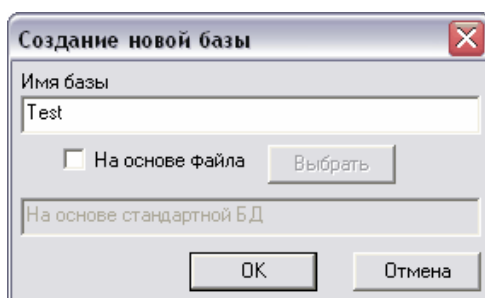

Рис. 4. Создание новой базы
3. Нажмите на кнопку **Добавить БД**. После этого появится диалоговое окно **Создание новой базы** (Рис. 4).